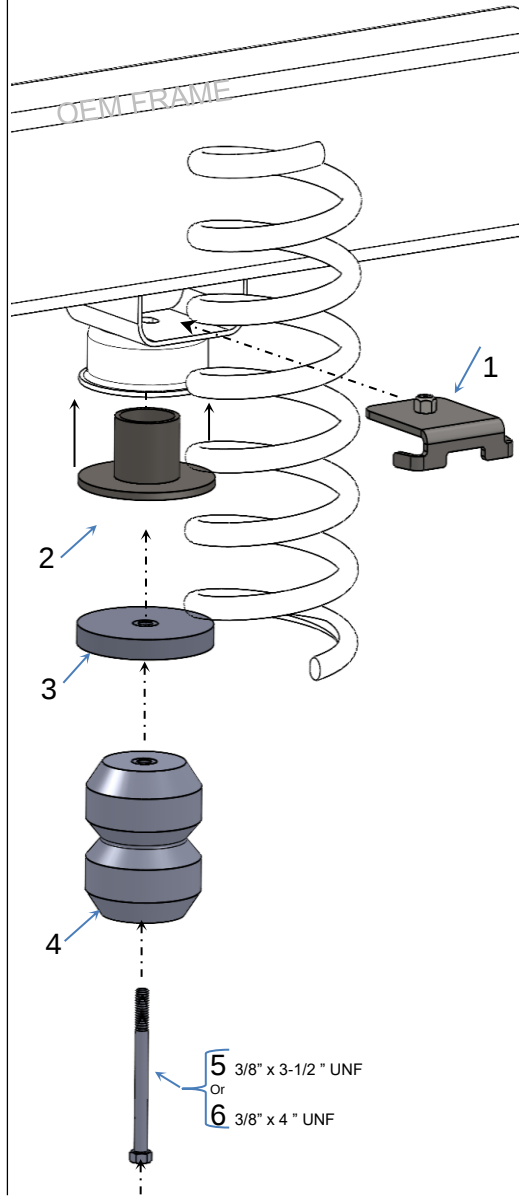
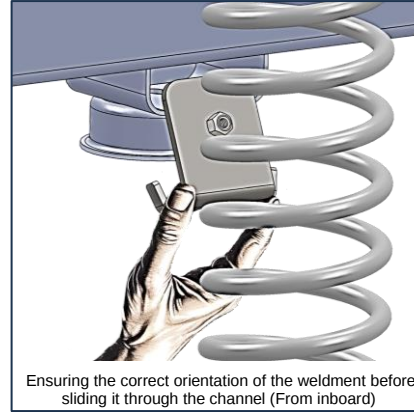

Fig:1
Fig:2
- Locate upper bracket and center it. (Ref; Fig:1 & Fig:2)
- Localisez le support supérieur et centrez-le. (Réf ; Fig : 1 et Fig : 2)
- Ubique el soporte superior y céntrelo. (Ref; Fig:1 y Fig:2)
- Monte el conjunto de Timbren utilizando los orificios existentes y los sujetadores suministrados por Timbren (Fig:2).